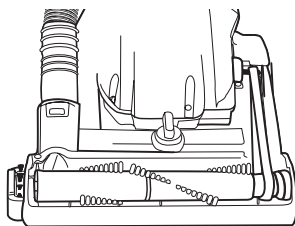

FIG. 30
- Step 3:** Remove the hood from the cleaner and check for a blockage in the brushroll area (FIG. 30). Make sure the hose inlet is clear.
- Paso 3:** Quite la tapa de la base de la aspiradora y revise para ver si hay alguna obstrucción en el área del cepillo circular (FIG. 30). Asegúrese de que la entrada de la manguera no está obstruida. **Si no se encuentra ninguna obstrucción, coloque nuevamente la cubierta en la aspiradora. Siga con el paso 4.**